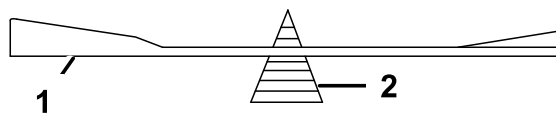

Figure 47
2. Vérifiez l'équilibre de la lame en la plaçant sur un équilibreur (Figure 47).
**Remarque:** Si la lame est déséquilibrée, limez un peu l'extrémité de la partie relevée seulement (Figure 47).